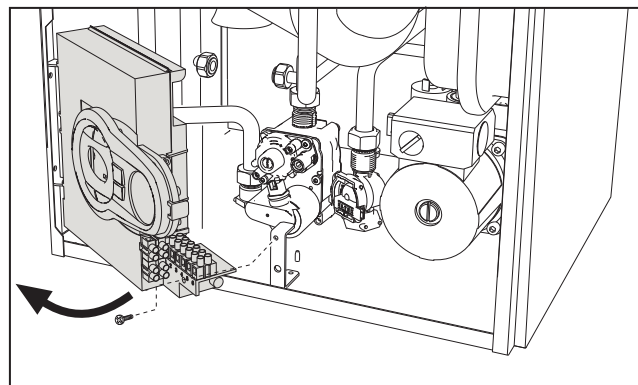

fig. 21
2. Desenroscar el tornillo y girar el panel de mandos (fig. 21).